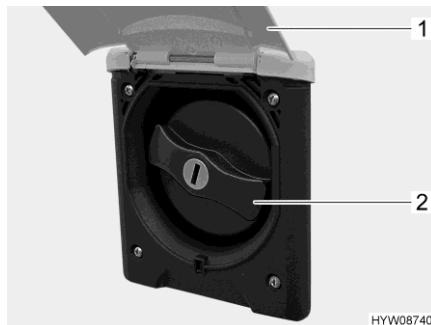

Bild 127 Lock (påfyllningsöppningen för dricksvatten)
- Fäll upp den utvändiga luckan (Bild 127,1).
- Vrid om det blå locket (Bild 127,2) en kvarts varv.